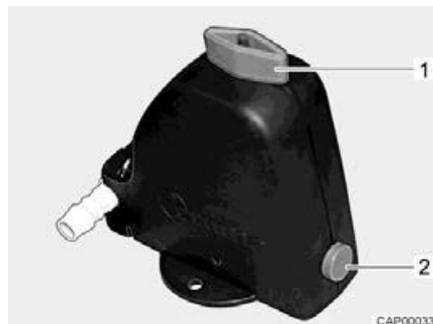

Bild 258 Sicherheits-/Ablassventil (Truma)
- Das Sicherheits-/Ablassventil (Truma) öffnen. Dazu den Drehknopf (Bild 258,1) längs zum Sicherheits-/Ablassventil drehen. Der Druckknopf (Bild 258,2) springt heraus.